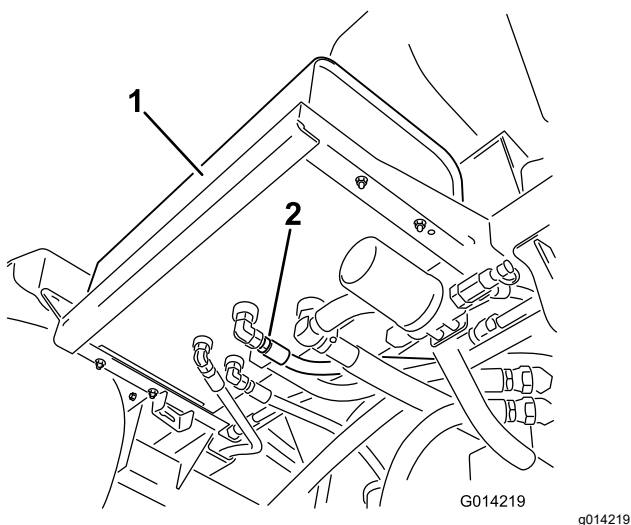

Figura 102
2. Limpie la zona alrededor del acoplamiento de uno de los manguitos hidráulicos, en la parte inferior del depósito de fluido hidráulico (Figura 102).
4. Retire el acoplamiento de manguera del depósito y deje fluir el fluido al recipiente (Figura 102).